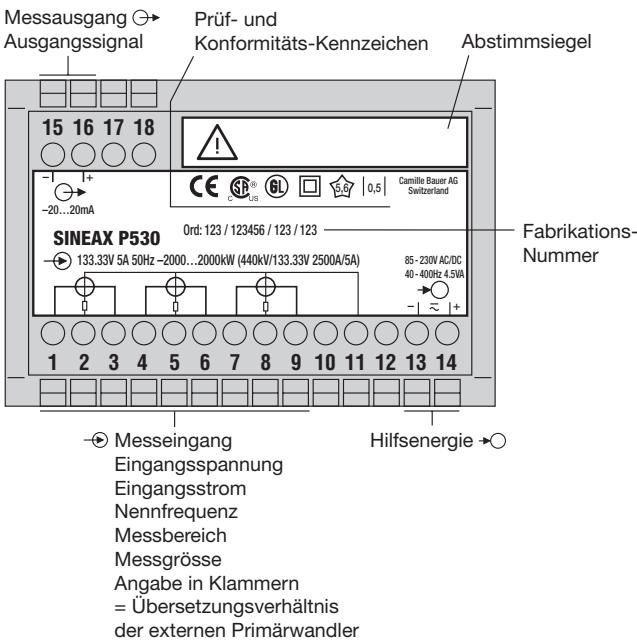

Bild 5. Erklärungen zum Typenschildbeispiel.
I ... dass die Daten, die zur Lösung der Messaufgabe erforderlich sind, mit denen auf dem Typenschild des SINEAX P530/Q531 übereinstimmen (→ Messeingang, → Messausgang und → Hilfsenergie, siehe Bild 5!).
- Abstimmseiegel (kleines Klebeschild) entfernen (Bild 5).